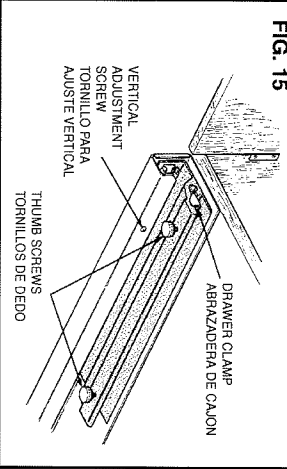

FIG. 15
Slide the glass into the drawer slides, above each drawer clamp (see FIG. 15). Align drawer trim and tighten thumb screws to secure drawer.
14. **Fine adjustments to drawer trim position.** (FIG. 15)
Deslice el vidrio sobre los deslizadoros del cajón, encima de cada abrazadera del cajón (véase FIG. 15). Alinee el adorno del cajón y ajuste los tornillos de dedo para asegurar el cajón.
14. **Ajustes finos para la posición del adorno de cajón.** (FIG. 15)